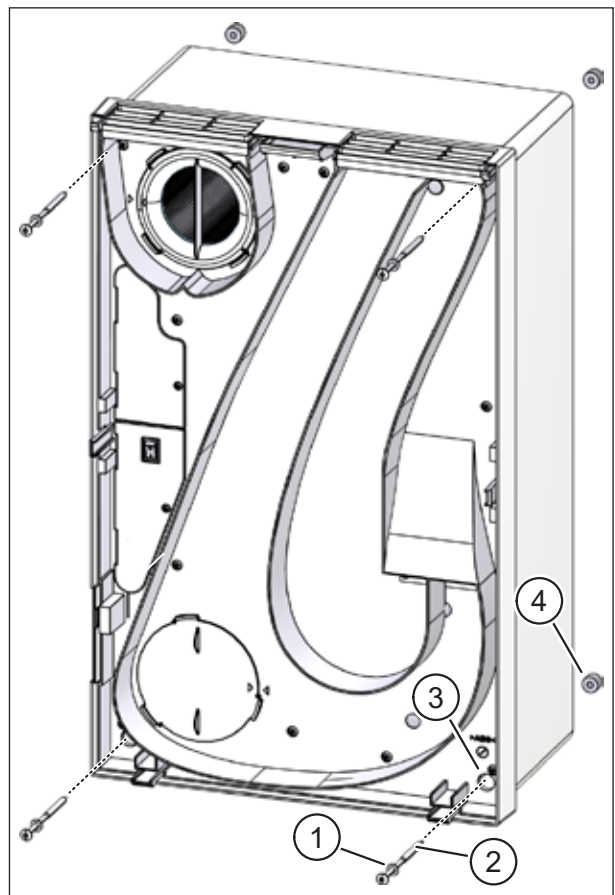

Abb. 33: Befestigungsschrauben einsetzen
- ▶ Stecken Sie die Beilagscheiben (Pos. 1 in Abb. 33) auf die Kreuzschlitzschrauben (Pos. 2 in Abb. 33) auf und führen diese in die Gehäusebohrungen (Pos. 3 in Abb. 33) ein.
- ▶ Schrauben Sie die vier Zentrierhilfen (Pos. 4 in Abb. 33) an der Rückseite auf die vier Kreuzschlitzschrauben soweit auf, dass die Spitze der Kreuzschlitzschraube ca. 10 mm über die Zentrierhilfe hinaussteht.